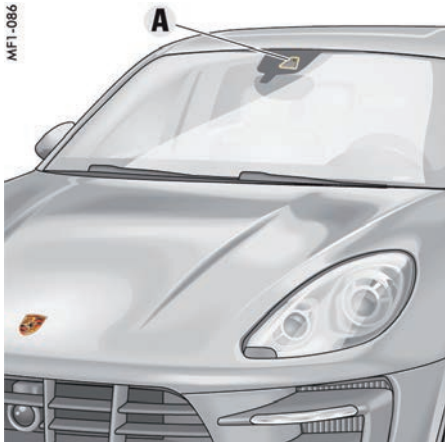

图 44: 摄像头位置
- ▶ 为确保摄像头操作不受任何干扰，请注意以下事项：请勿用物体（例如胶贴）阻挡内后视镜的摄像头区域（参见第 77 页的图 44）。